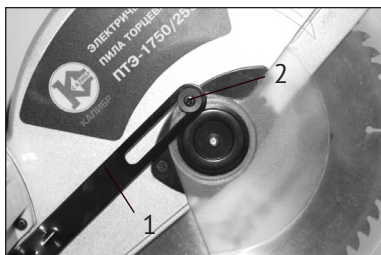
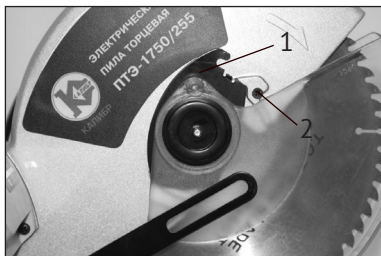

рис.3
рис.4
- открутите болт кулисы подвижного защитного кожуха (рис.3 поз.2) и ослабьте верхний болт прижимного (рис.4 поз.2) фланца подвижного защитного кожуха;